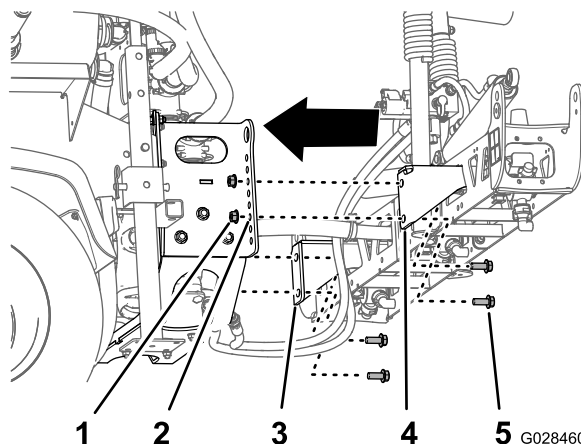

図 37
2. センターブームアセンブリの取り付けブラケットの底部にある穴を、スキッドフレームのブームサポートの下から3番目の穴に、 図 37 のように整列させる。